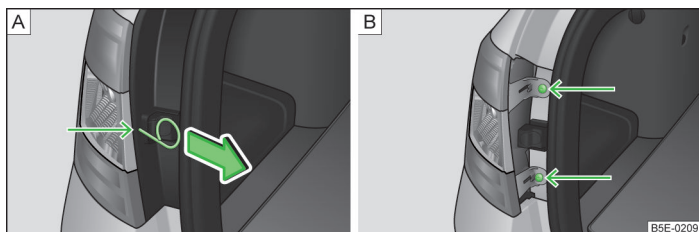

Abb. 223 Abdeckung/Leuchte ausbauen
- › Den Bügel zum Abziehen der Radvollblenden » Seite 221, Bordwerkzeug in die Bohrung an der mit dem Pfeil gekennzeichneten Stelle » Abb. 223 - [A] stecken.
- › Die Abdeckung in Pfeilrichtung » Abb. 223 - [A] abziehen.
- › Die Leuchte mit dem Schraubendreher aus dem Bordwerkzeug abschrauben » Abb. 223 - [B].